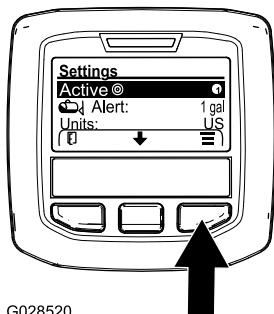

Figure 68
2. Appuyez sur le bouton de sélection central pour mettre en surbrillance le débit d'application actif (Figure 68).